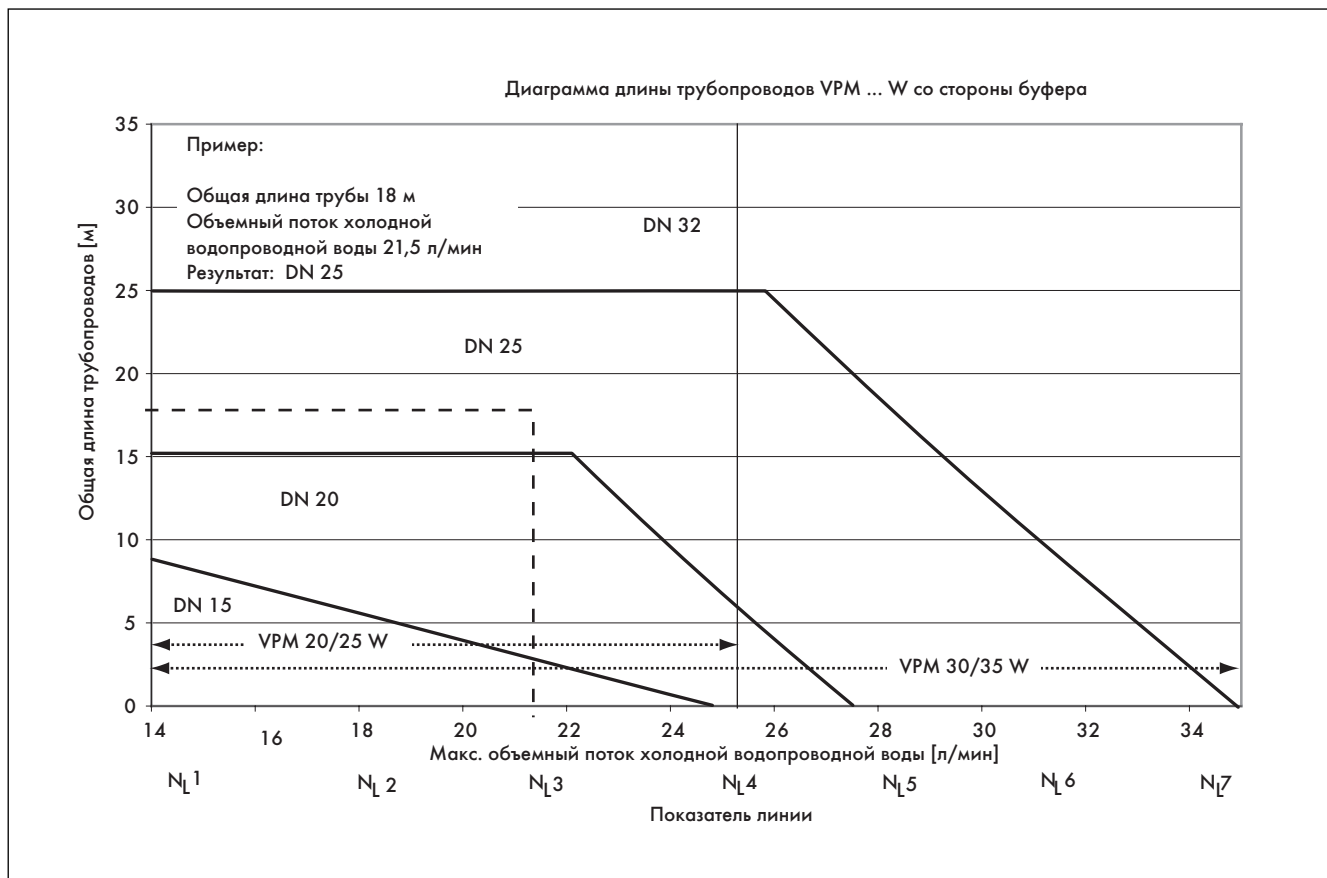

Рис. 3.22 Диаграмма трубопроводов насосной группы свежей воды
- Соблюдайте диаметр трубопроводов (см. рис. с 3.16 по рис. 3.22).